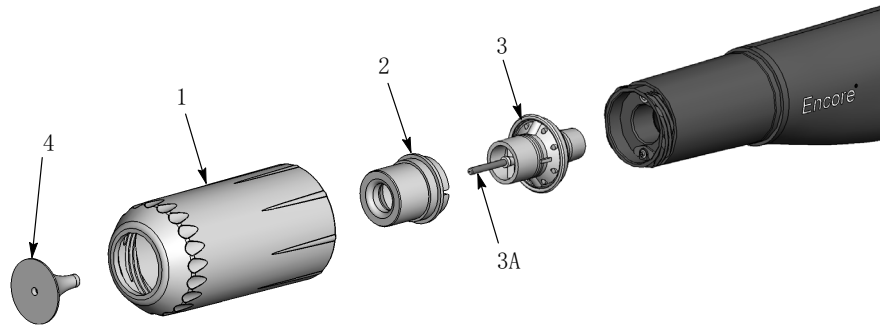

图 9 更换可选导流器或锥形喷嘴
1. 请参见图 9。要更换导流器 (4)，请将其从电极组件 (3) 中轻轻拉出。如果仅更换导流器，请在电极组件上安装新的导流器，小心不要折弯电极线。
2. 若要更换整个喷嘴，请以逆时针方向拧松喷嘴螺帽 (1)。
3. 从电极组件上拨出锥形喷嘴 (2)。